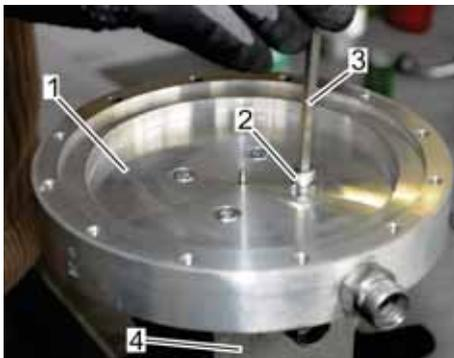

Abb. 35: Messwerkflansch demonstrieren
13. Den Messwerkflansch (Abb. 35/1) durch Herausdrehen der Innensechskantschrauben (Abb. 35/2) mit einem Innensechskantschlüssel SW 5 (Abb. 35/3) vom Gehäuse (Abb. 35/4) lösen und beiseitelegen.